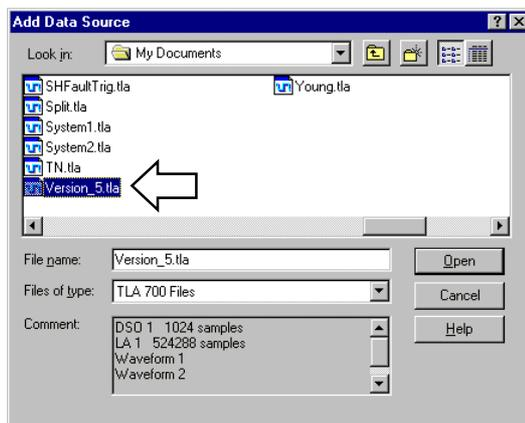

図 2-80 : [Add Data Source]ファイル・ダイアログ・ボックスの設定
5. 図 2-80 の[Add Data Source]ファイル・ダイアログ・ボックスが現れるので、TLA システム・ファイルを選択し、<Open>ボタンをクリックします。